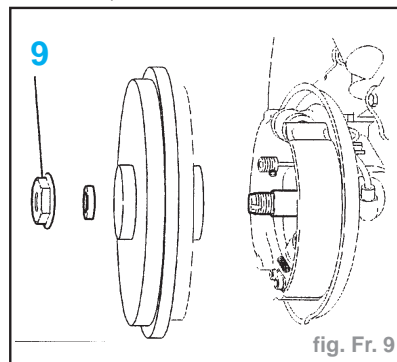

fig. Fr. 9
- Reposer le capteur (7).
- Conditions de serrage (capteur (7)) :
- l'écrou (9) (fig. Fr. 9)
- Serrer l'écrou (9) à **20 daN.m**.
- Freiner l'écrou (9) avec l'outil (-) **0526-J**
- Freiner l'écrou (9) avec l'outil (-)0526-J.